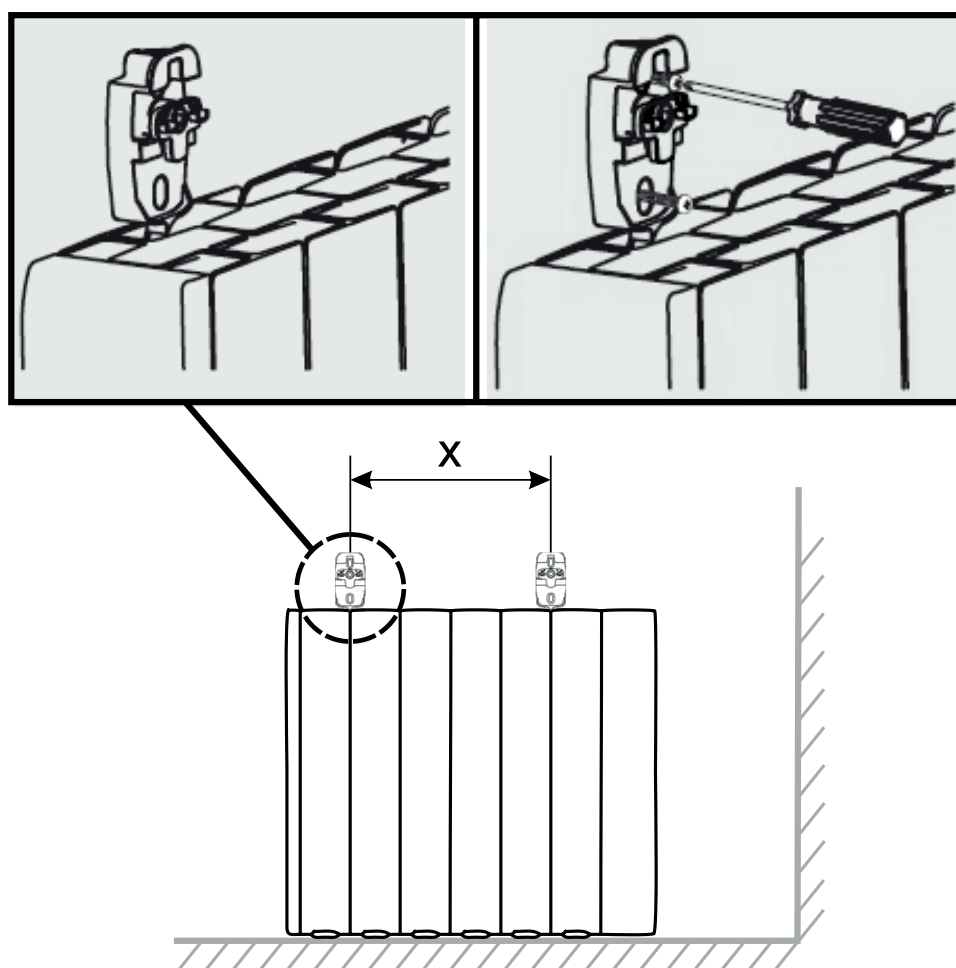

Fig. 2
- Placez le radiateur à installer sur le sol, puis placez les deux supports muraux sur l'émetteur (**Fig. 2**). En fonction du modèle d'EMI-TECH à installer, la distance X entre les supports (**Fig. 2**) doit varier selon le tableau suivant :
Modèle	Distance X (Figure 2)
- Veillez à ce que le radiateur soit parfaitement à niveau. Marquer les deux points de fixation de chaque support et percer les quatre trous à l'aide d'une mèche murale Ø 8 mm. Insérez les chevilles et fixez les supports à l'aide des vis (**Fig. 2**).